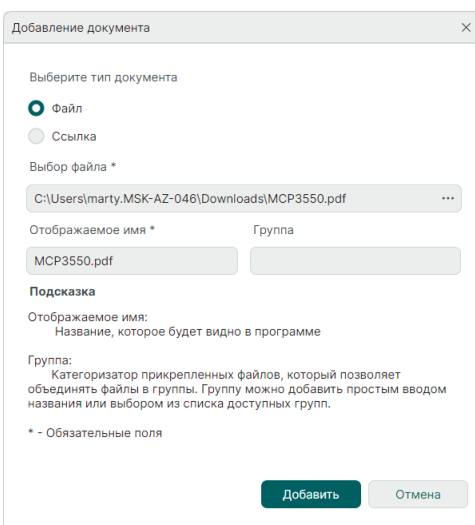

Рис. 320 Форма прикрепляемой информации
2. Заполните поля формы «Добавление документа», см. Рис. 320.